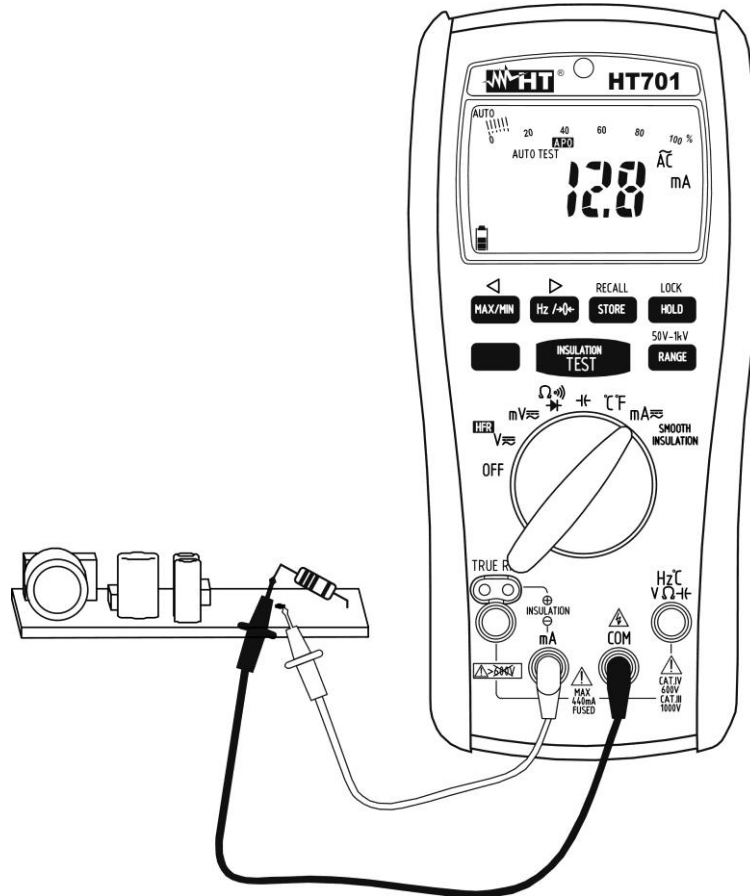

Fig. 5: Utilización del instrumento para medida de Corriente CA
5. Inserte el cable rojo en el terminal de entrada **mA** y el cable negro en el terminal de entrada **COM** (vea Fig. 5)